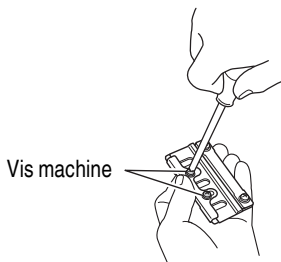

Fig. 21
- (3) Desserrer les 2 vis de fixation de la lame au carbure, puis la plaque de fixation (A) et la plaque de fixation (B).
(4) Comme indiqué aux Fig. 21 et 22, appuyer la face tournée de la plaque de fixation (A) sur la surface du mur b tout en ajustant le tranchant de la lame de coupe sur la surface du mur a de la jauge de fixation. Puis, serrer avec les 2 vis.